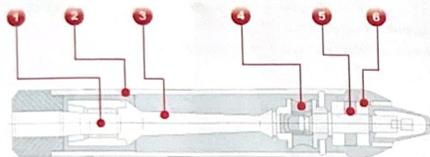
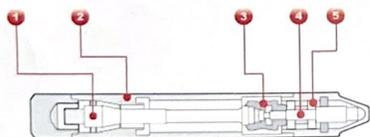

Рис. 3. Вибронаконечник вибратора AYGER PV-51-6; диаметр 76 мм.
Рис. 4. Вибронаконечник вибратора AYGER PV-51 диаметр 51 мм.
5.4. Крутящий момент от шпинделя 2 электродвигателя передается шпинделю 5 (рис.3) и 4 (рис.4) вибронаконечника через гибкий вал, состоящий из сердечника и защитной брони. Гибкий вал рассчитан на вращение только в правую сторону.
5.5. Вибронаконечники вибраторов указанных моделей аналогичны по конструкции и каждый представляет собой герметически закрытый корпус 2 (рис.3), внутри которого находится бегунок 3 и 1.
1 – сердечник; 2 – корпус; 3 – бегунок; 4 – муфта упругая; 5 – шпиндель; 6 – подшипник. (рис.4), соединенный со шпинделем 5 (рис.3) и 4 (рис.4) резинометаллической упругой муфтой 4 (рис.3) и 3 (рис.4).
5.6. Бегунок 3 (рис.3) вибронаконечника AYGER PV-51-6 в нижней части имеет форму колокола. Внутренней поверхностью которого он обкатывается вокруг конического сердечника 1, закрепленного в корпусе 2.
Бегунок 1 (рис.4) вибронаконечника при вращении обкатывается рабочей поверхностью по конусной поверхности втулки корпуса.